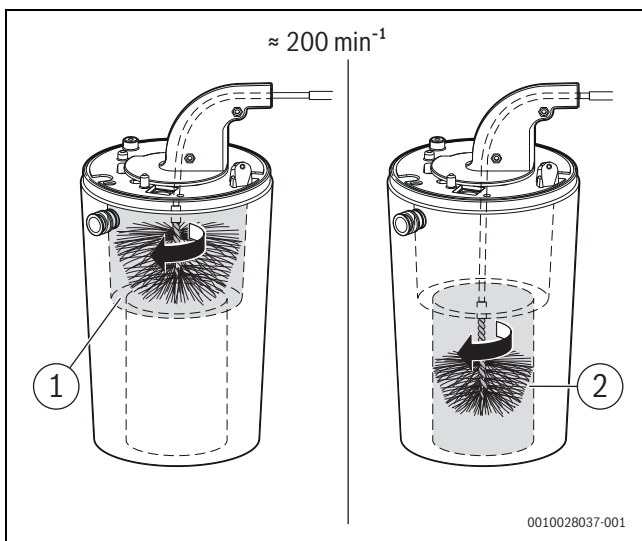

Bild 142 Wärmeblock reinigen (ca. 200 min⁻¹, nur Rechtslauf)
- ▶ Mit kleiner Bürste für den unteren Bereich wiederholen (→ Bild 142, [2]).